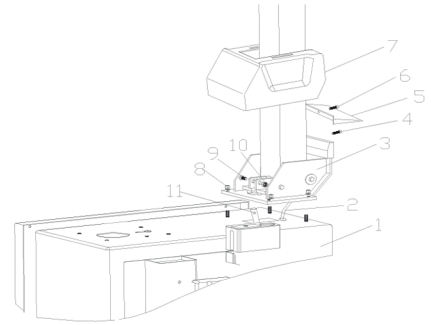

Fig. 3
2) Coloque o assento inclinável (3, Fig. 3) no corpo (1, Fig. 3) com 4 parafusos (M12), empurre a mangueira de ar (2, Fig. 3) através do orifício da coluna. Aperte 4 porcas de travamento automático (8, Fig. 3).
3) Insira o parafuso (9, Fig. 3) nos orifícios da coluna e do eixo do cilindro de inclinação (11, Fig. 3), aperte-o com a porca de travamento automático (10, Fig. 3).
4) Desaparafuse os dois parafusos na tampa esquerda e remova a tampa, conecte a mangueira de ar (2, Fig. 3), mencionada anteriormente, aos orifícios laterais que controlam a válvula de inclinação de 5 vias. Fixe a tampa esquerda.
5) Fixe a tampa de plástico (7, Fig. 3) com dois parafusos (4, Fig. 3).
6) Monte a tampa traseira de plástico (5, Fig. 3) na coluna com o parafuso (6, Fig. 3).